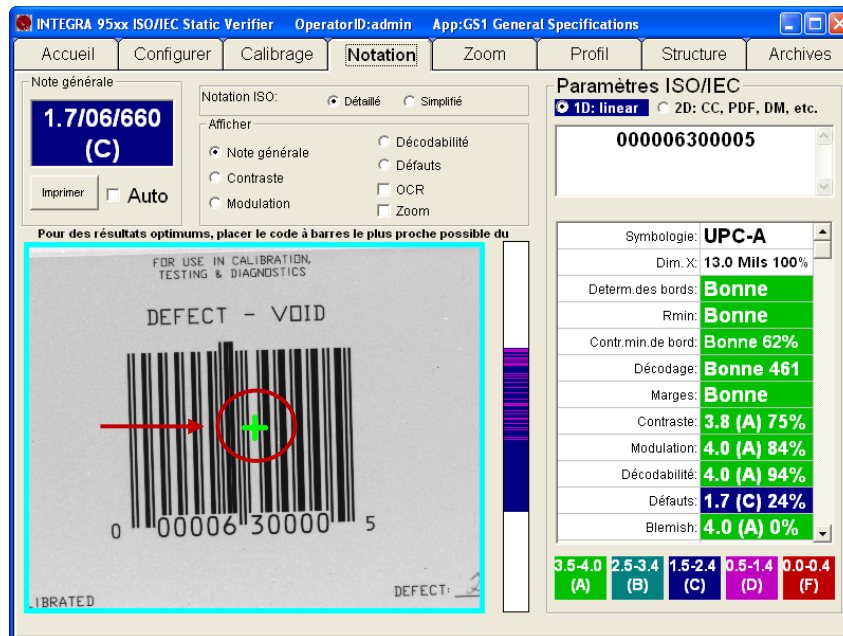

Figure 1: Le signe + vert apparaît au centre du champ de vision.
2. Cliquez sur l'onglet **Notation** et remarquez le signe **+** vert qui apparaît au centre du champ de vision (voir la Figure 1).